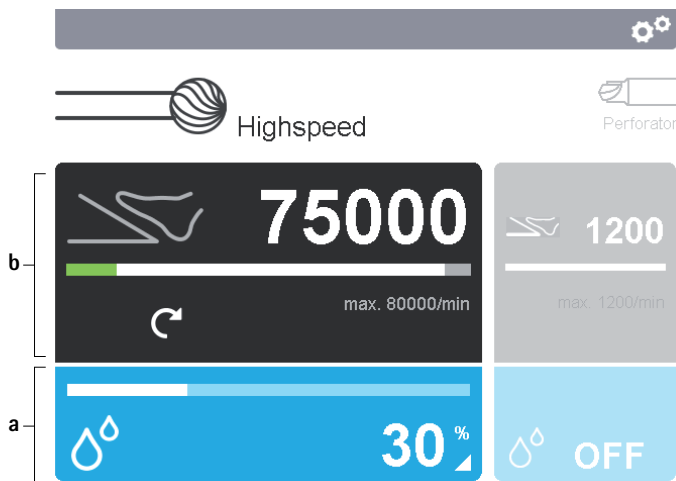

Fig. 5 Activation des zones de commande
- Modification des paramètres de réglage de la partie appliquée: activer la zone de commande Partie appliquée **a** sur le visuel 2, voir Fig. 5.